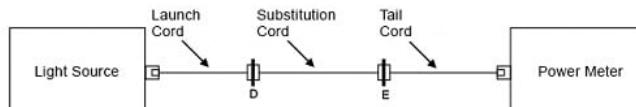

图 10. 检查低损耗连接
a. 为功率计添加接收光纤并在发射和接收光纤之间添加替换线，然后检查低损耗连接，例如单模的 0.4 dB（见图 10）。